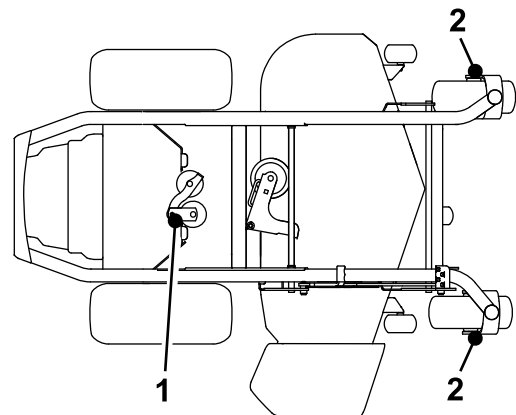

Figura 40
4. Engrase el pivote de la polea tensora de la bomba con una o dos aplicaciones de grasa (Figura 40).
5. Engrase los ejes de las ruedas giratorias delanteras (Figura 40).